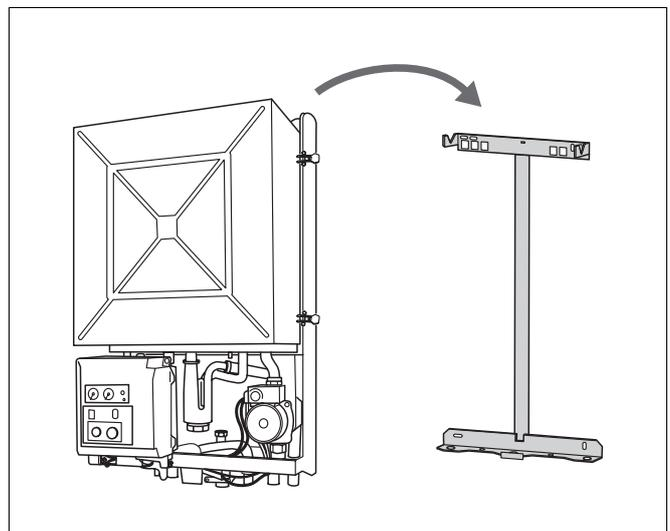

Abb. 6 Montage
- Brennwertkessel auf den Wandhalter hängen (Abb. 6).